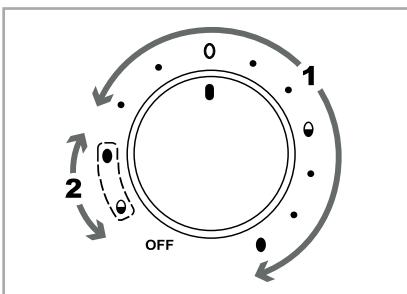

Fig. 1
- 1) Drej drejeknappen ⑨ til positionen, som svarer til, hvor hårdkogt, du ønsker ægget. Brug indstillingsområdet "1" (se fig. 1) med symbolerne og de tilhørende punkter foran:
Brug indstillingsområdet "1" med symbolerne og de tilhørende punkter foran, når du koger første gang. Brug indstillingsområdet "2" med de stiplede symboler (se fig. 1), når du koger anden gang.
- 2) Stil drejeknappen ⑨ på positionen, som svarer til den blødeste hårdhedsgrad for æggene (det er indstillingsområdet "1", se fig. 1). Kontrollampen ⑩ lyser, og kogningen starter.
- 3) Når æggene har nået den første, bløde hårdhedsgrad, lyder der en signaltone. Drej drejeknappen ⑨ til positionen "**OFF**" for at slukke for produktet. Kontrollampen ⑩ slukkes.
4) Tag låget ❸ af, og tag forsigtigt det antal æg op, som skal være bløde.
5) Sæt låget ❸ på igen, og stil drejeknappen ❹ på positionen for de stiplede symboler (indstillingsområde "2", se fig. 1), som svarer til den ønskede hårdhedsgrad for æggene, som stadig er i produktet: